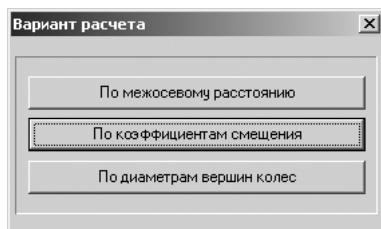

Рис. 5.5. Диалоговое окно **Вариант расчета**
- щелкните в начальном окне системы **Расчеты цилиндрической зубчатой передачи внешнего зацепления** по кнопке **Геометрический расчет**. Появится диалоговое окно **Вариант расчета**, см. рис. 5.5.